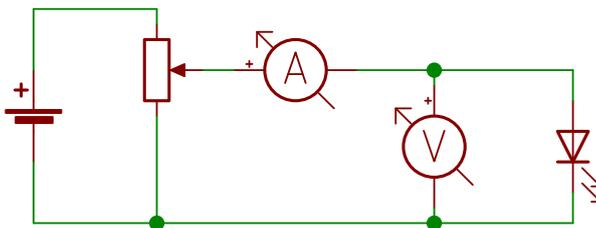

Abbildung 3: Schaltung zur Messung der Schwellenspannung von LEDs
3. Bauen Sie folgende Schaltung (Abb. 3) auf und messen Sie für alle LEDs die jeweilige Sichtschiwellenspannung  $U_{Sicht}$ . Beginnend bei  $U_{LED} = 0 \text{ V}$ 1, drehen Sie dann die Spannung mit dem 10-Gang Potentiometer langsam hoch und beobachten Sie dabei das Einsetzen der Lumineszenz der LED im Dunkeln durch den Tubus.